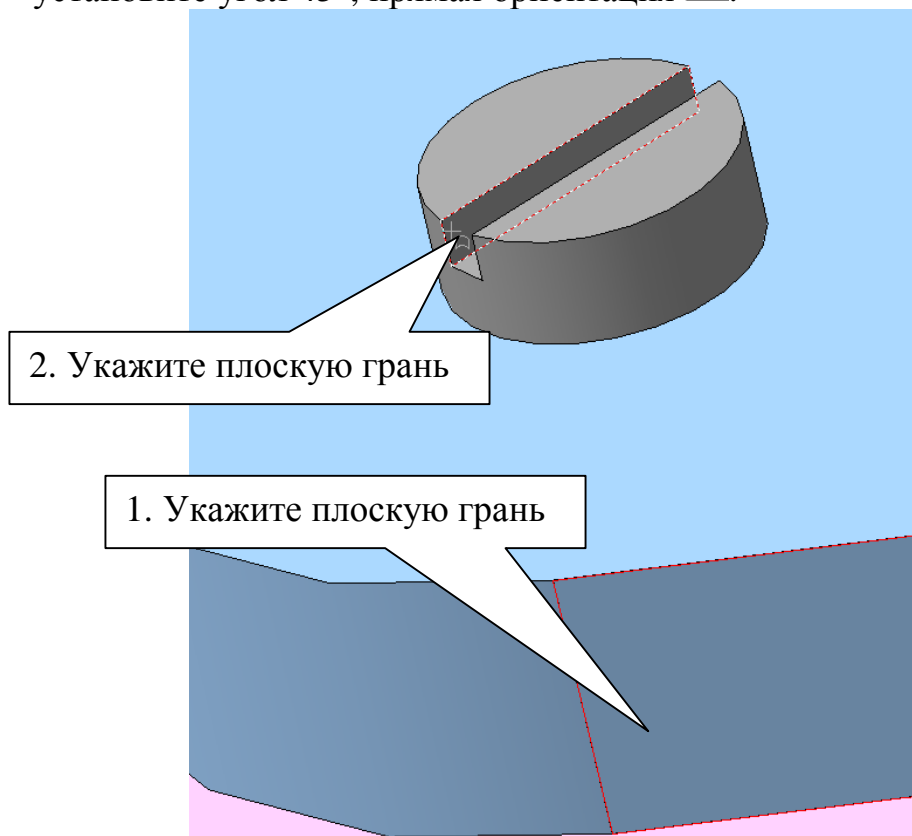

Рис. 94
**Сопряжения**  нажмите кнопку **Под углом** , курсором укажите плоскую грань детали, затем плоскость шлица винта, рис. 94, установите угол  $45^\circ$ , прямая ориентация .